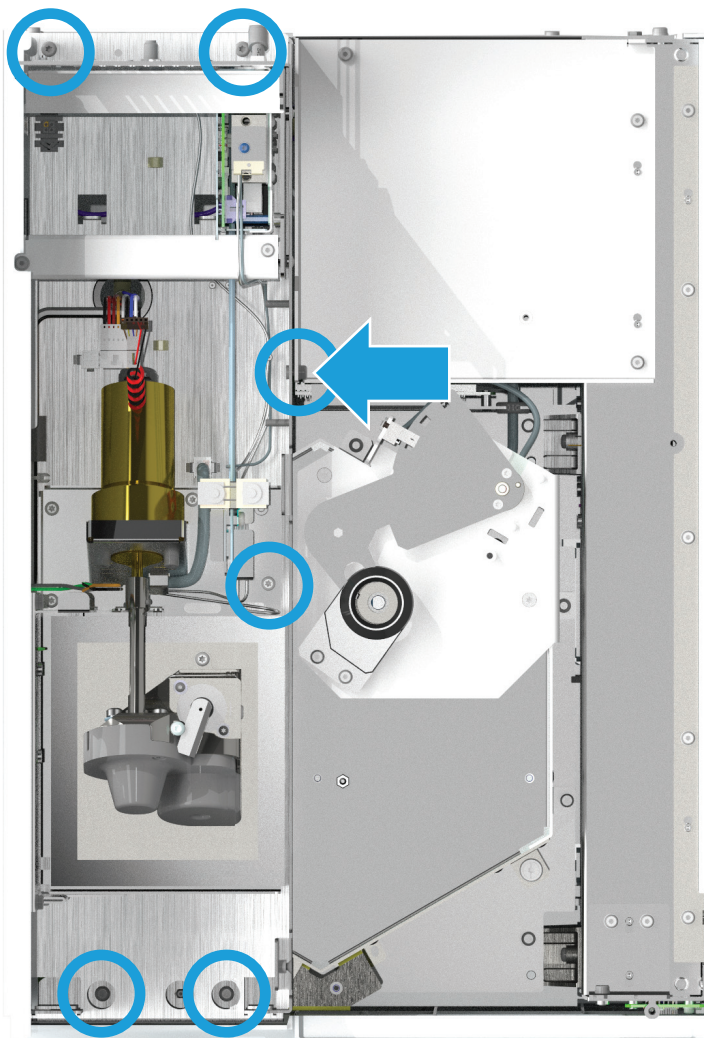

図 8. ニューマティクス アセンブリを固定しているネジを緩める
- 11 ニューマティクス アセンブリをシャーシに固定している 6 個のネジを緩めます。1 個のネジはアセンブリの側面にあります。(図 8)